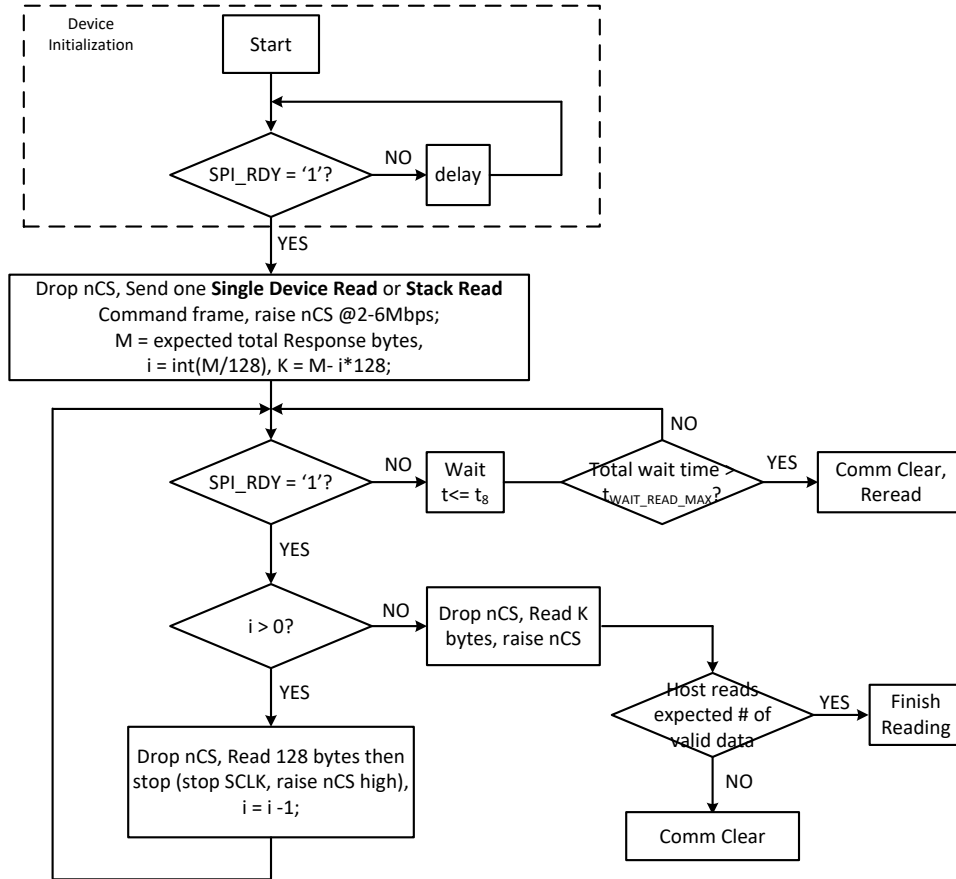
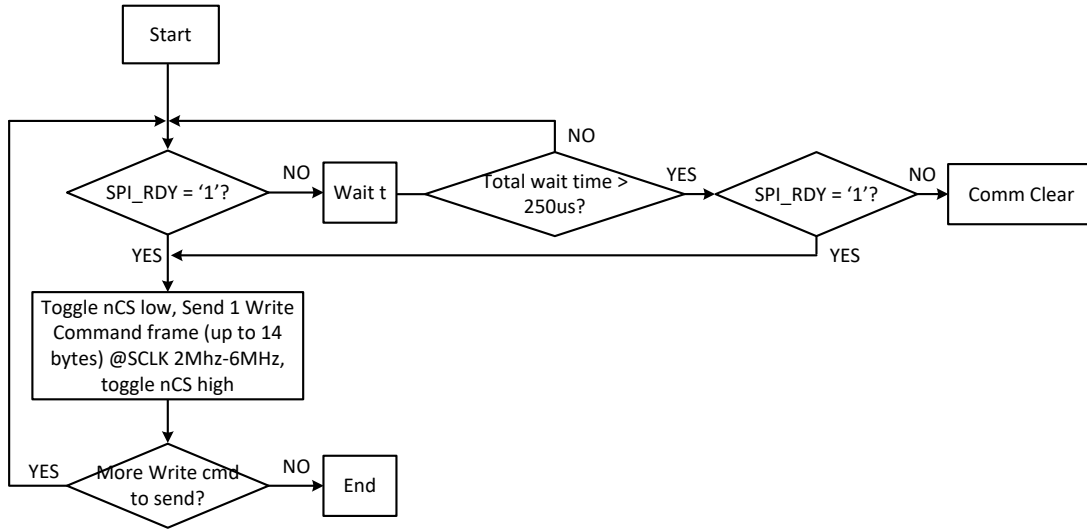

图 7-16. Flow Chart to Read from Device
图 7-17. Flow Chart to Send Write Command Frame to Device
- 为避免菊花链接口上的冲突，MCU 必须等到接收到所有预期的响应帧 (或等待计时器到期) 后再向 BQ79600 发送另一个命令帧。请参阅图 7-16 中的流程图。
User shall follow flow chart 图 7-16 to do read from device and 图 7-17 to do write to device activities.
- SPI\_RDY 为低电平超过预期时间，即 READ 模式中的  $t_{\text{SPI\_RD\_WAIT\_MAX}}$  (图 7-16)，而在将写命令帧发送到器件时为 220  $\mu\text{s}$ 。请勿在此等待时间结束前发送 Comm Clear 命令。